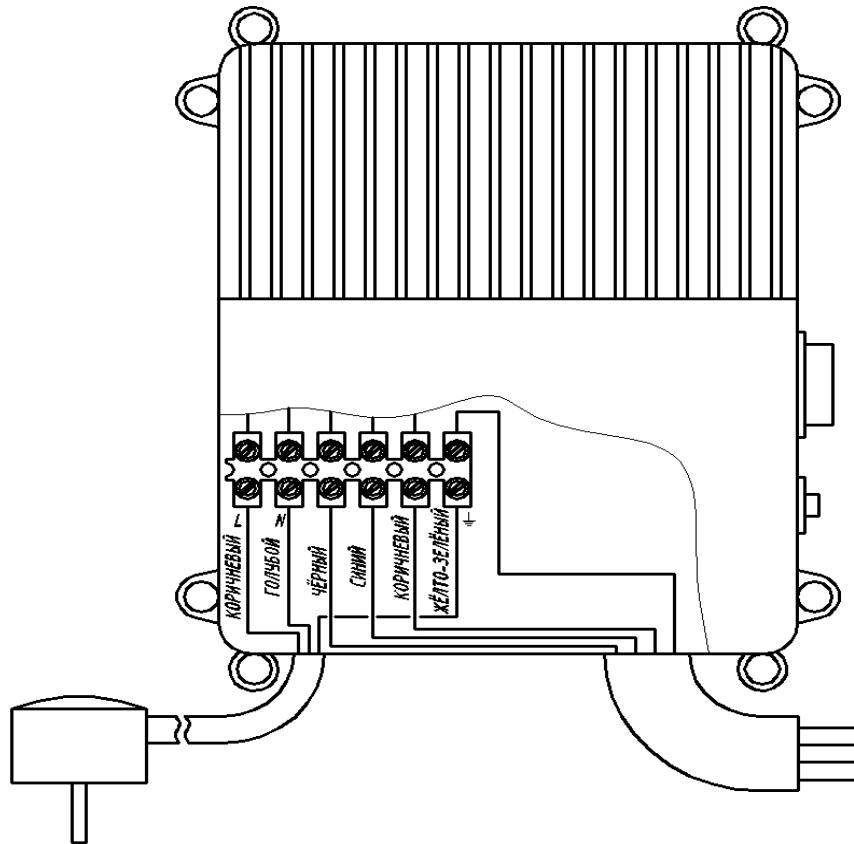
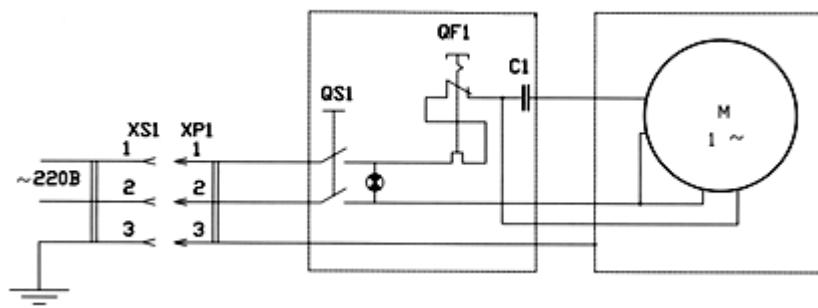

Рис.3
Рис.4
4.3 Пускозащитное устройство внутри имеет клеммную колодку рис.3 для подключения проводов кабеля с обозначениями соответствующими схеме электрической принципиальной рис.4.
4.4 Соединение агрегата с питающей сетью осуществляется посредством штепсельной вилки с заземляющим контактом. Схема электрическая принципиальная показана на рис. 4
6.3.1 Выводные концы электродвигателя соединить пайкой или гильзами с токоподводящим проводом (провода установочные для водопогружных электродвигателей КВВ 3х1,0+1х1,0 ТУ16.К13-035-2004 (для двигателей мощностью не более 1кВт) и КВВ 3х2,5+1х2,5 ТУ16.К13-035-2004 (для двигателей мощностью более 1кВт) или аналогичным проводом) и тщательно заизолировать полихлорвиниловой лентой в 7-8 слоев в полнахлesta на длине 12-15 см или с помощью термоусадочной трубы с внутренним kleевым слоем. Выкрутить четыре винта пускозащитного устройства, снять крышку и вставить в отверстие в основании свободный конец токопроводящего провода аналогично сетевому проводу. Провода вставить в клеммную колодку в соответствии с рис. 3 и закрепить в ней винтами, затем установить крышку на место.